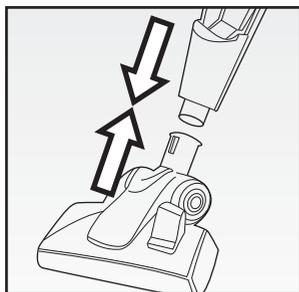

Fig. 3
- Inserire la spazzola (J) nel corpo motore. Premere leggermente fino al completo inserimento (Fig. 3).